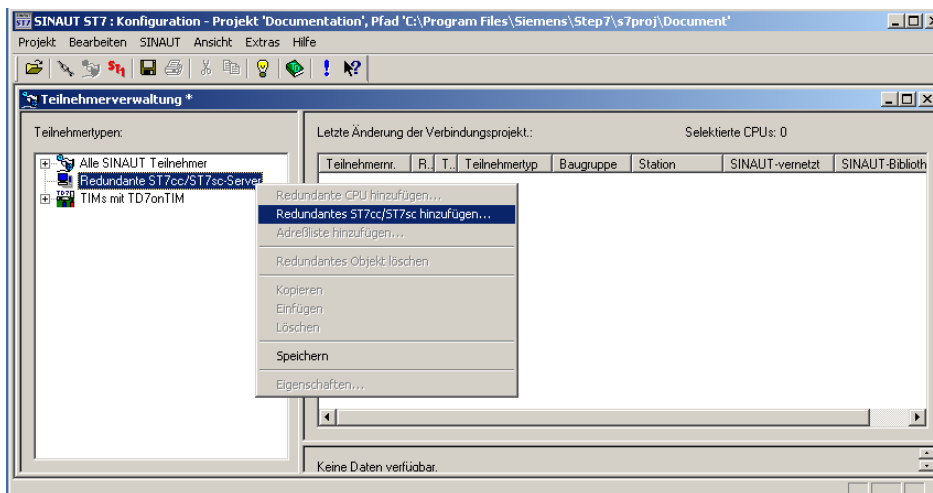

Bild 2-38 Anwahl der Option *Redundantes ST7cc/ST7sc hinzufügen...*
1. Um festzulegen, welche zwei SINAUT-PCs zu einander redundant sind, klicken Sie im linken Fenster auf die Zeile *Redundante ST7cc/ST7sc-Server* (siehe Bild 2-38).
3. Wählen Sie im geöffneten Menü *Redundantes ST7cc/ST7sc hinzufügen...* (siehe Bild 2-38).